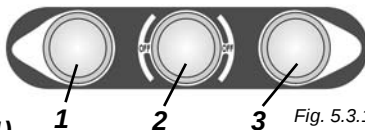

Fig. 5.3.1
5.3 - Contrôle de l'efficacité du bouton d'arrêt (fig. 5.3.1)
Quand la machine est branchée au réseau et l'ustensile est en mouvement, appuyer sur le bouton d'arrêt "2" Fig. 5.3.1. La machine doit s'arrêter.
5.4 - Mise en route de la machine (fig. 5.3.1)
Pour mettre en route la machine, il suffit d'appuyer sur le bouton de mise en route "1" Fig. 5.3.1 après avoir branché correctement la fiche dans la prise de courant électrique et la machine se met en route.
5.5 - Arrêt de la machine (fig. 5.3.1)
Pour arrêter la machine, il suffit d'appuyer sur le bouton d'arrêt, "2" Fig. 5.3.1 et la machine s'arrête.